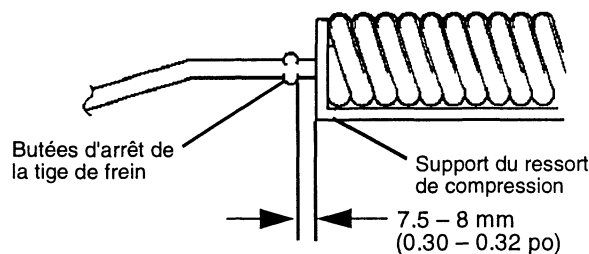

FIGURE 38
- Mesurer la distance entre l'extrémité du support du ressort de compression et le bord avant des butées d'arrêt de la tige de frein (voir Fig. 38).